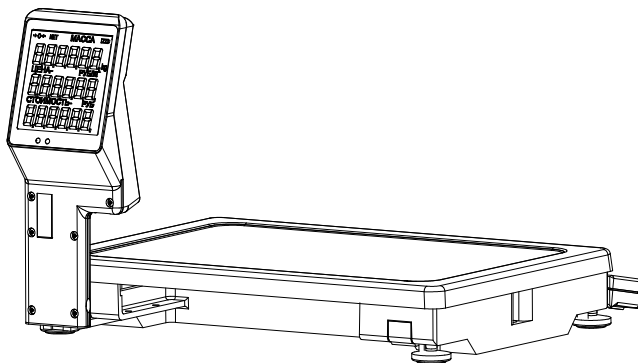

Рис. 6.1 - Весы МК_ТН11 в рабочем положении
6.3 Надеть индикатор на кронштейн устройства весового (Рис. 5.1, Рис. 6.1).
6.5 Установить чашку на весы (Рис. 5.1, Рис. 6.1).